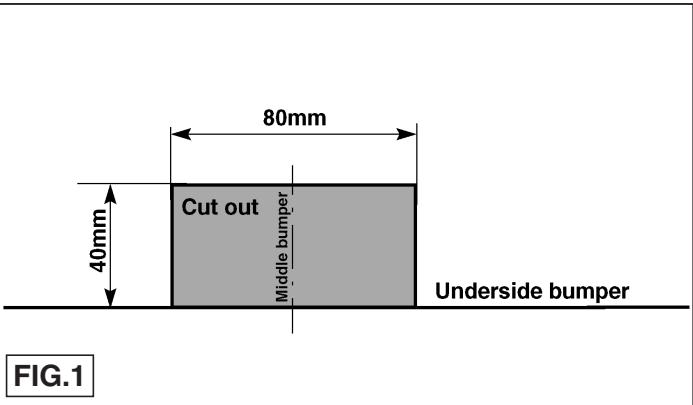
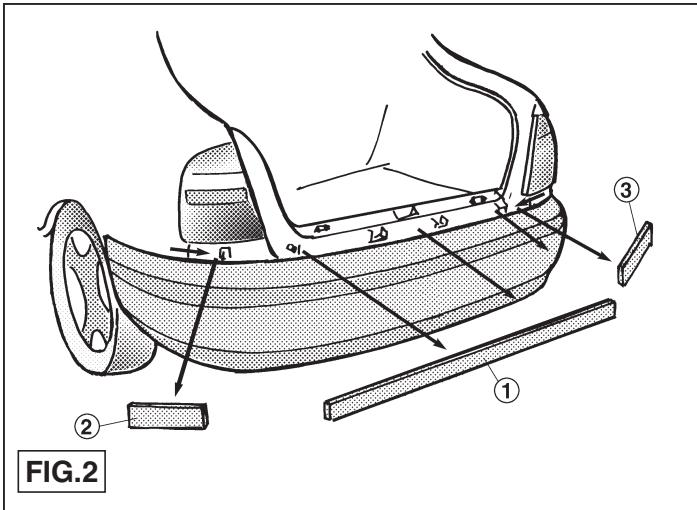
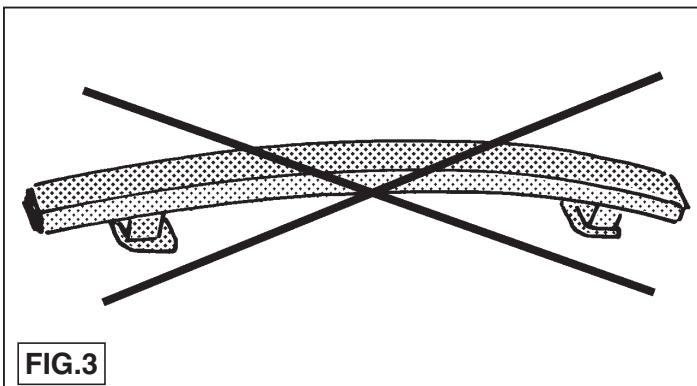

FIG.1
FIG.2
FIG.3
1. Déposer le pare-chocs. Consulter la fig.2 pour retirer les bandes de recouvrement. Scier la partie indiquée à la fig. 1 dans le pare-chocs. Déposer la poutre métallique à l'emplacement de la cloison arrière (fig.3). Cette poutre ne sera pas remise en place.
1. Avlägsna kofångaren. Se fig.2 för avlägsnande av täckremsorna. Såga ut delen som anges i fig.1 ur kofångaren. Avlägsna metallbalken från bakväggen (fig.3). Denna förfaller.
1. Fjern kofangeren. Jævnfør fig.2, inden dæklistene fjernes. Sav det i fig.1 angivet stykke ud af kofangeren. Fjern metalbjælken (fig.3) ved bagvæggen.
1. Retirar el parachoques. Consultar la fig. 2 para retirar las tiras de remate. Serrar y sacar la parte indicada en la fig. 1 del parachoques. Retirar a la altura de la pared posterior la viga metálica (fig.3), la que no se volverá a colocar.